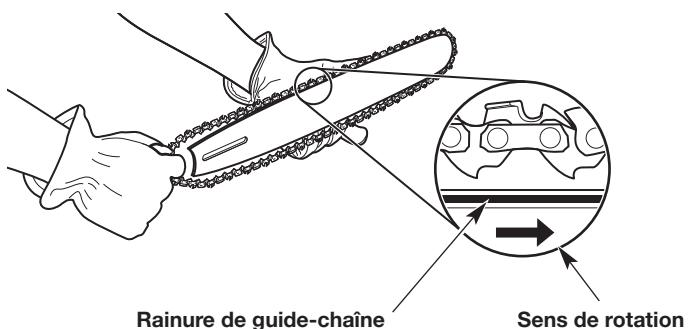

Fig. 30
- Faites entrer la chaîne dans la rainure du guide-chaîne (Fig. 30). Assurez-vous que les couteaux pointent dans le bon sens de rotation (Fig. 30). Gardez une boucle de chaîne à l'extrémité arrière du guide-chaîne (Fig. 30).